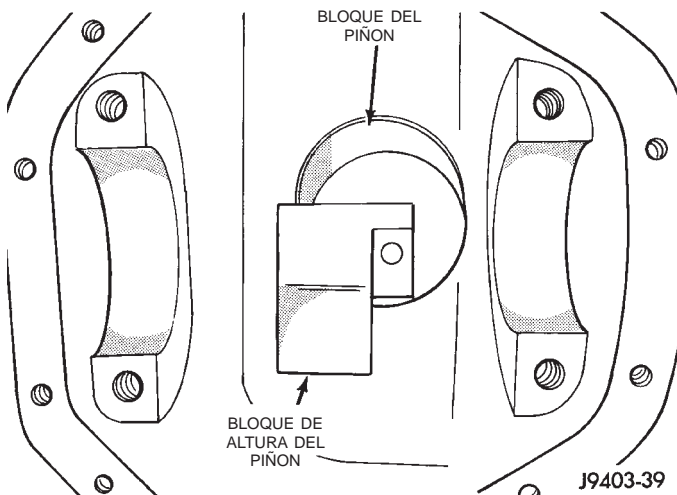

Fig. 57 Bloque de altura del piñón—Característico
(2) Inserte los componentes de los calibradores de altura ensamblados, el cojinete trasero y el tornillo en la caja del eje a través de las cubetas del cojinete del piñón (Fig. 57).